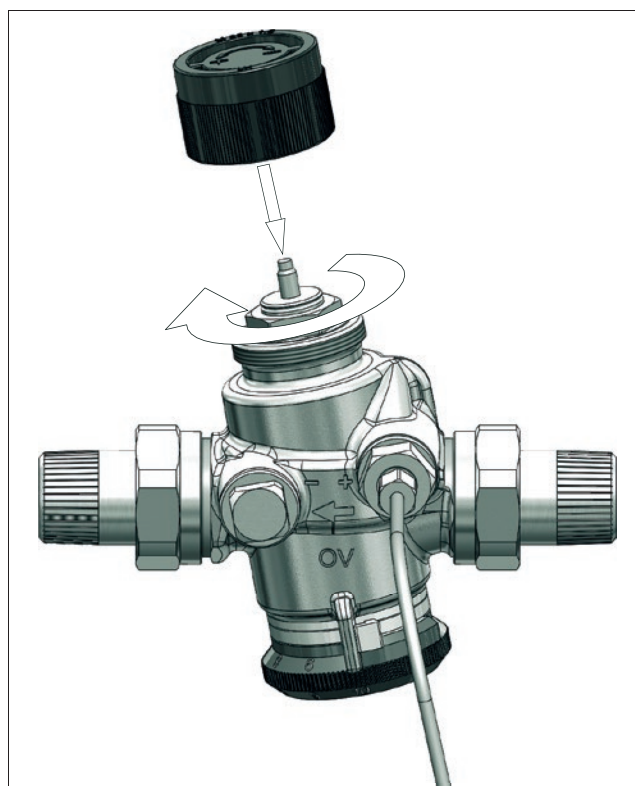

Fig. 5: Izolarea
1. Izolați regulatorul folosind, de exemplu, capacul de protecție (vezi fig. 5).
Înșurubați capacul de protecție inclus la livrare pe racordul cu filet M 30 x 1,5 (vezi fig. 5).